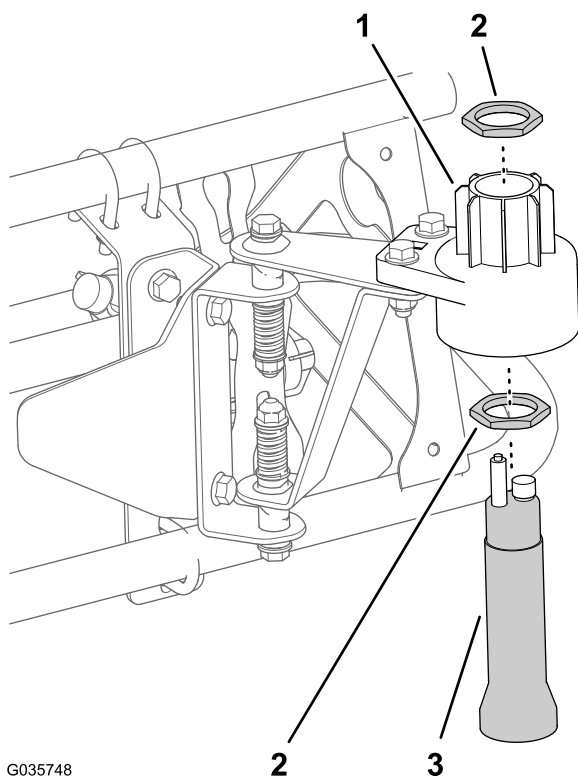

図 20
- A. センサーに大きいナットを取り付ける 図 20。
- B. 下側センサーハウジングにセンサーを差し込む 図 20。
- D. センサーにもう 1 つの大きいナットを取り付ける 図 20。